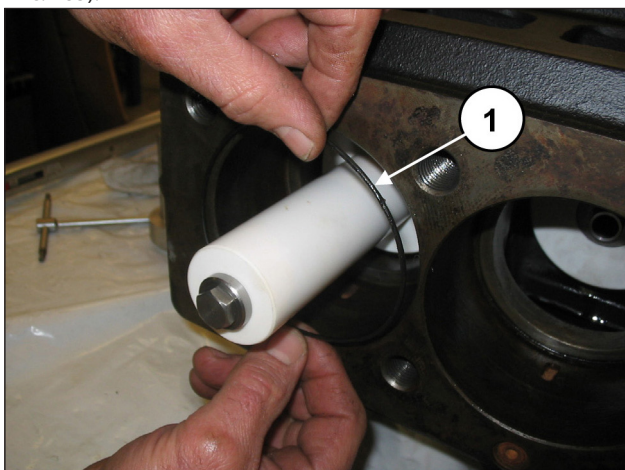
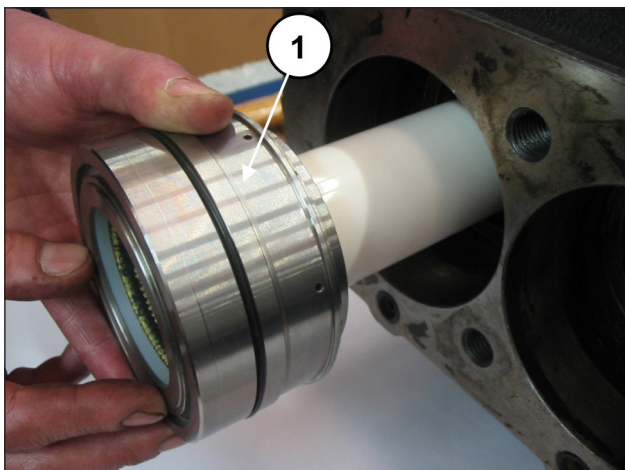

Рис. 184
Рис. 185
Откалибруйте винты динамометрическим ключом, как указано в главе 3. Вставьте уплотнительное кольцо в картер насоса (поз. ①, Рис. 184), а затем вставьте до упора предварительно собранный узел рубашки-опоры уплотнений (вместе с соответствующим уплотнительным кольцом) (поз. ①, Рис. 185).